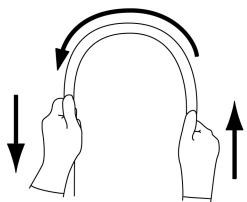

図 2
- 4.挿入部を両手で持ち、全長にわたって図 2 に示すように順次半円の頂点をずらすように曲げたときに、適切な軟らかさを有しており、軟らかさが不連続になっているなどの異常がないこと。